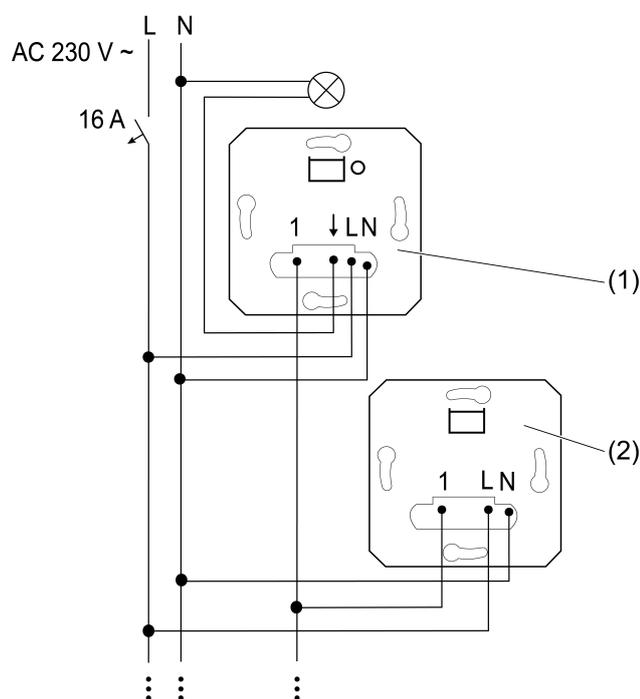
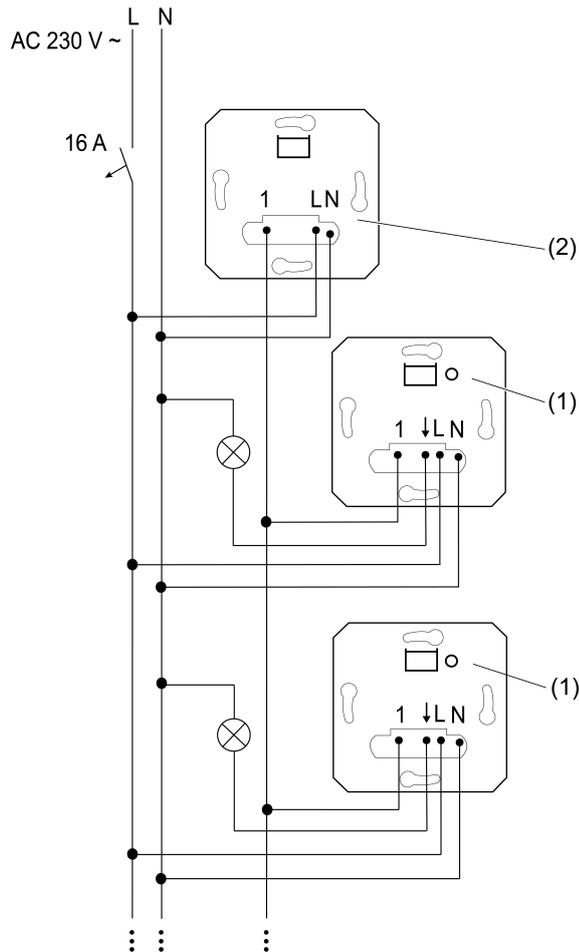
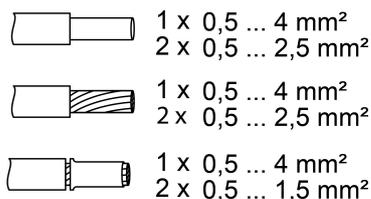

рисунок 1: Схема подключения 3-проводных подчиненных узлов к главному узлу
рисунок 2: Схема подключения нескольких главных узлов к одному 3-проводному подчиненному узлу для центрального управления
рисунок 3: Поперечные сечения проводов, на которые могут устанавливаться зажимы
- i** К одному главному узлу (1) можно подключить максимум десять 3-проводных подчиненных узлов (2) (рисунок 1).
- i** Через один 3-проводный подчиненный узел (2) можно управлять максимум пятью одинаковыми или различными главными узлами (1) (рисунок 2).
- Подключение подчиненного узла (2) согласно схеме подключения (рисунок 1) и (рисунок 2). При этом следует учитывать поперечные сечения проводов, на которые могут устанавливаться зажимы (рисунок 3).